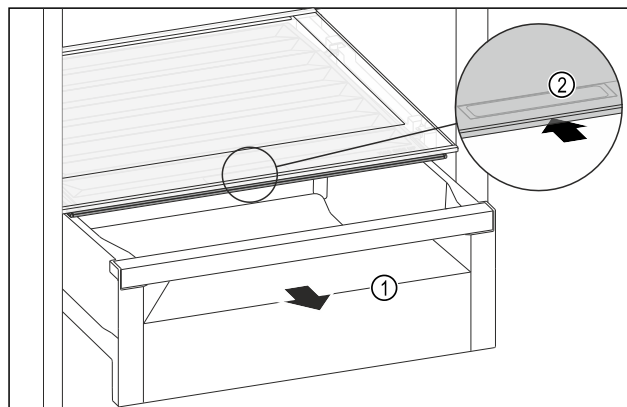

Fig. 117
- ▶ Húzza ki a fiókot Fig. 117 (1).
- ▶ Fogja meg a sülyesztett fogantyút Fig. 117 (2) a rekeszfedélen, és ezzel egy időben tolja hátra a rekeszfedélet.